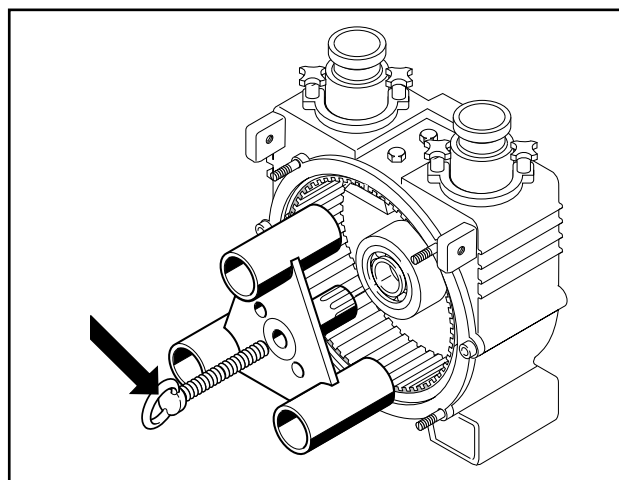

Fig. 16 Demontering af rotoren
6. Skru rotor-holdeskruen (del nr. 1018, fig. 16) ud.
Træk om nødvendigt rotoren af ved brug af aftrækshuller M 10 og holdeskruer (pil, fig. 16).